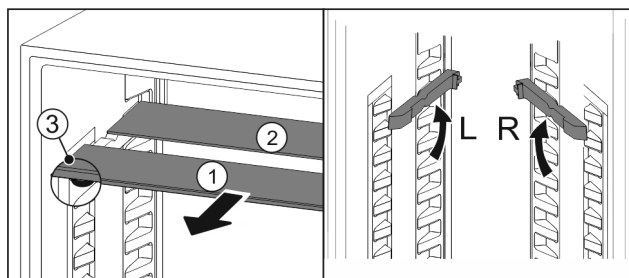

Fig. 129
- Skleněné desky jednotlivě vytáhněte dopředu Fig. 129 (1).
- ▷ Skleněná deska Fig. 129 (1) s ozdobnou lištou leží vpředu.
- ▷ Zarážky Fig. 129 (3) směřují dolů.